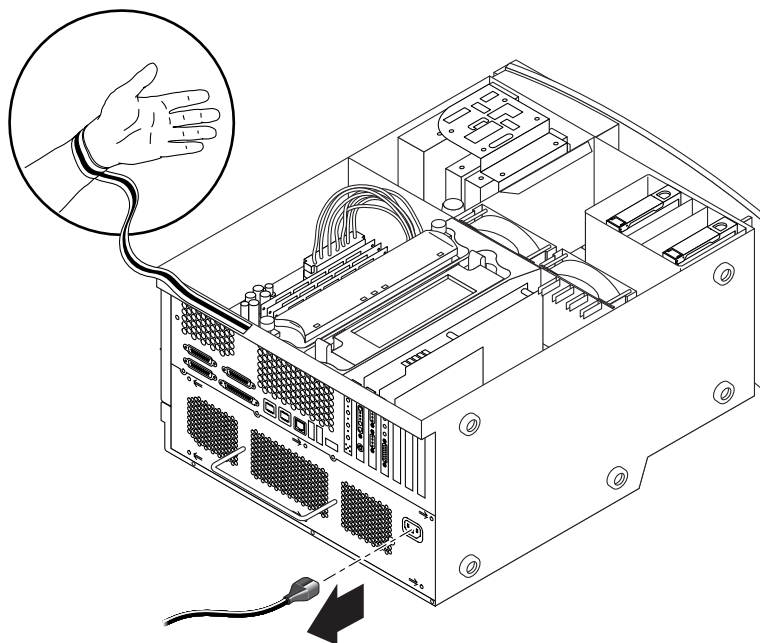

FIGURA 9 Utilizzo del polsino antistatico
1. Poggiare la workstation su un lato su una superficie piana con il lato aperto rivolto verso l'operatore (vedere FIGURA 9).
4. Fissare l'estremità in rame del polsino al telaio metallico della workstation (vedere FIGURA 9).